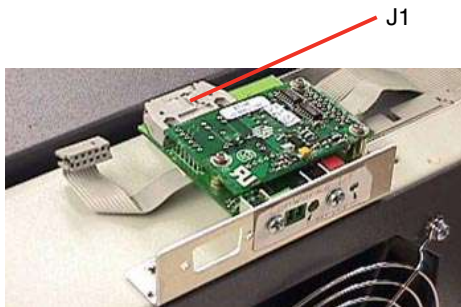

Рис. G-6. Шлейф, подключенный к разъему J1 (установка в стойке)
- Подключите шлейф к разъему J1 на интерфейсной плате LonWorks, как показано на рис. G-6.